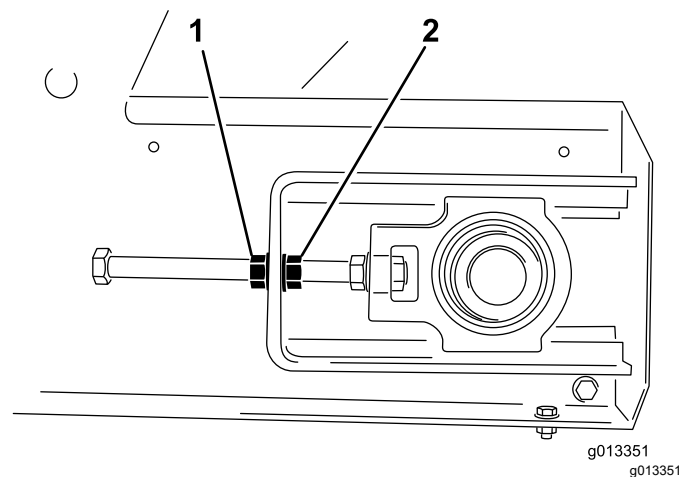

Figura 58
4. Cu 2 chei, blocați capătul tijei întinzătorului i apoi slăbiți piulia de blocare, care este piulia cea mai apropiată de capătul tijei (Figura 58).
3. Pe partea spre care se îndreaptă banda, ineți fix capătul tijei întinzătorului, slăbiți piulia de blocare i strângeți piulia de reglare cu 2 ture ale piuliei (Figura 58).